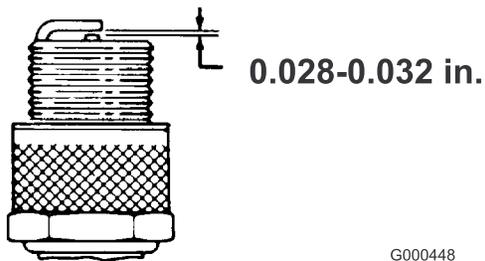

図 31
3. エア・ギャップを0.7~0.8 mmに調整する(図 31)。点火プラグをエンジンに取りつけて、.